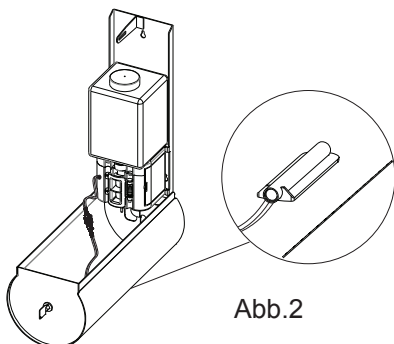

Abb.2
1. Öffnen Sie das Gehäuse mit Hilfe des mitgelieferten Schlüssels (Abb. 2).